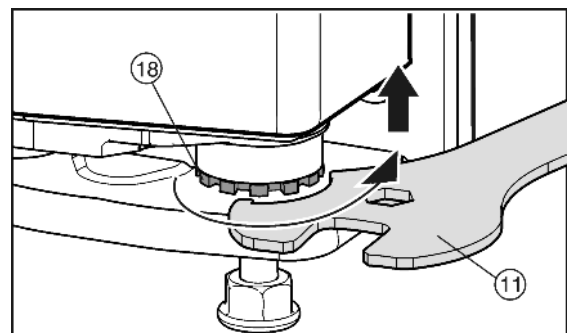

Fig. 13
- ▶ Pentru ridicarea ușii, deșurubați spre dreapta bolțul suport Fig. 13 (18) cu cheia fixă livrată Fig. 13 (11). Bolțul suport este înșurubat complet la livrare.